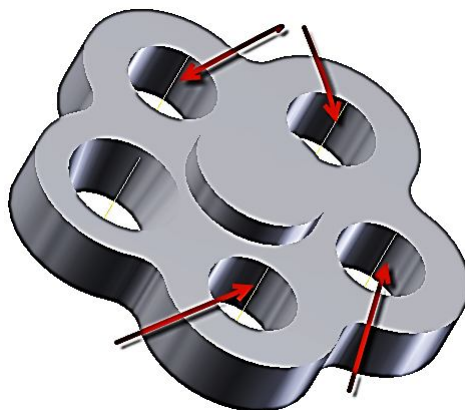

Рис. 4.10. Создание осей отверстий
12. **Создайте конусность отверстий в 10 градусов.** Предварительно задайте оси отверстий командой «Через грань или элемент вращения»  в линейке «Оси»  панели «Рабочие элементы». Для этого последовательно выберите цилиндрические поверхности отверстий (рис. 4.10).